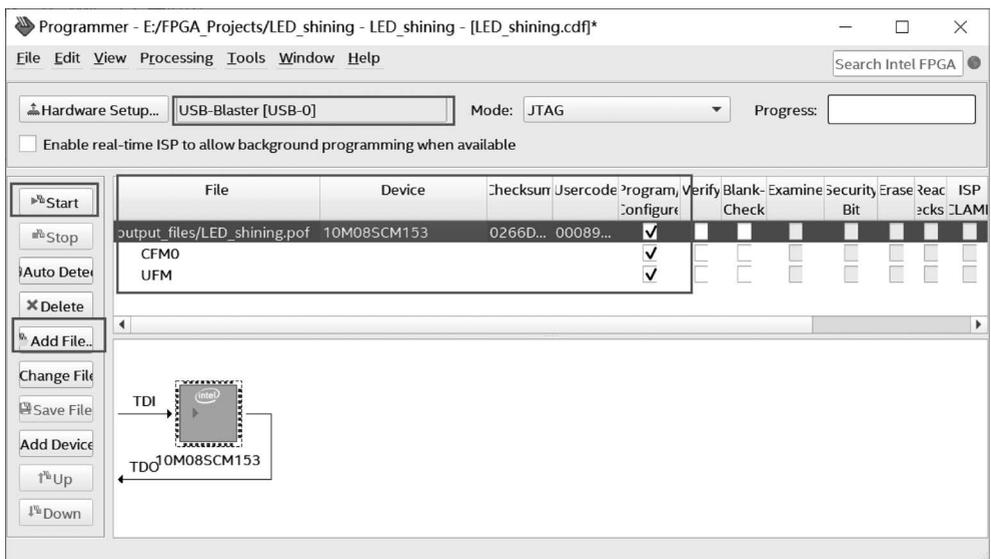

图 3.47 Quartus Prime 选择编程文件并启动下载页面
(2) 确认驱动为 USB-Blaster[USB-0]后, 选择 Add File 添加工程输出文件中的 pof 格式文件, 勾选 Program 列和 Verify 列, 单击 Start 按钮进行 FPGA 加载。Quartus Prime 选择编程文件并启动下载页面如图 3.47 所示。